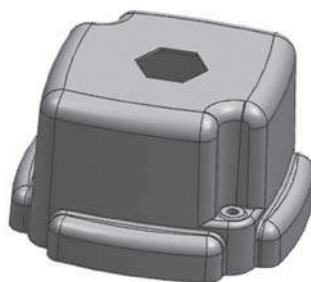

图3-29 重新附着后
⑥ 单击【确定】按钮，将 p919 尺寸改为 -40。单击【完成草图】按钮退出草绘环境。
⑦ 单击【拉伸】对话框中的【确定】按钮，完成草图重新附着，如图 3-29 所示。